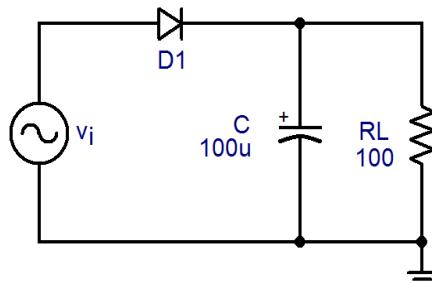

Figura 1.136 – Retif. de MO (carga RC).
► Exemplo 23 – Seja o circuito da Figura 1.136, onde  $v_i$  é um sinal senoidal, de  $18 \text{ V}_p$  (60 Hz). O diodo é de Silício. Qual é o fator de *ripple* na tensão de saída?